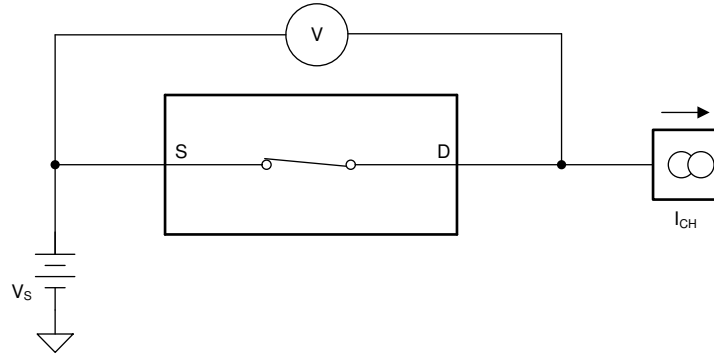

图 6-1. 导通电阻测量设置
TMUX6136 的导通电阻是器件源极 (Sx) 和漏极 (D) 引脚之间的欧姆电阻。导通电阻随输入电压和电源电压的变化而变化。符号 R_{ON} 用于表示导通电阻。图 6-1 展示了用于测量 R_{ON} 的测量设置。电压 (V) 和电流 (I_{CH}) 通过此设置进行测量, R_{ON} 的计算方法如 方程式 1 所示。